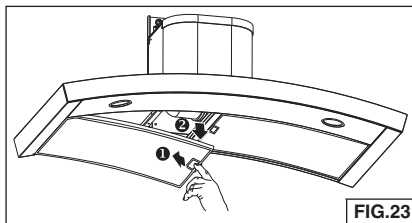

FIG.23
1. Para quitar el filtro de GRASA, estire hacia abajo la lengüeta de cierre para desacoplar el filtro de la campana. Incline el filtro hacia abajo y quítelo. Fig. 23.
1. Para quitar el filtro de CARBÓN, sujete y empuje la pestaña del filtro hacia la parte de atrás de la campana. Estire el filtro hacia abajo para desacoplar las pestañas posteriores del filtro. Fig. 23.